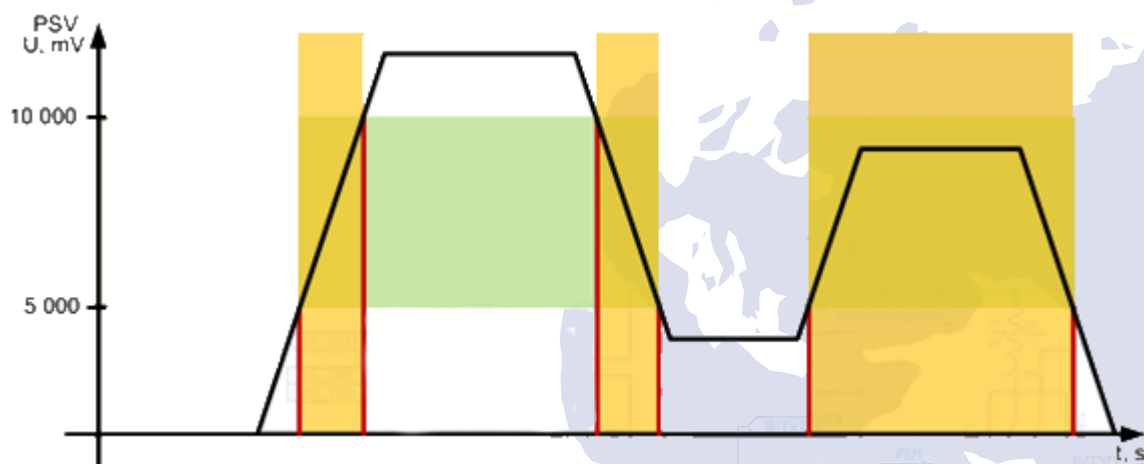

Рис. 9. Генерация события по возврату/выходу в/из диапазона.
*Пример:* Нижний порог напряжения питания задан 5 В (5000 мВ), верхний порог – 10 В (10000 мВ). Когда фактическое напряжение пересекает границы заданного диапазона – генерируется событие (рисунок 9).